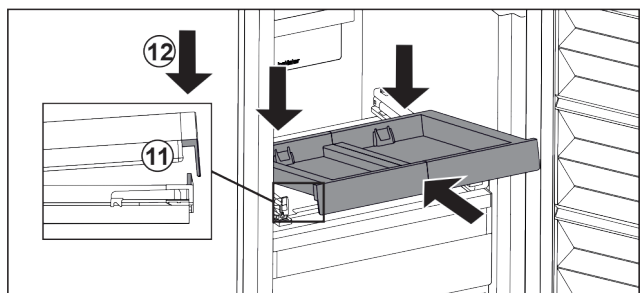

Fig. 37
- ▶ Schuin erin schuiven. Zorg ervoor dat de aanslag aan beide zijden achter de lip is. Fig. 37 (11)
- ▶ Uitschuifpateau aan voorzijde neerzetten. Fig. 37 (12)